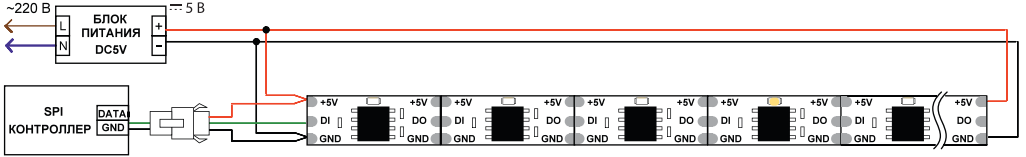

Рис. 1.1. Схема подключения одной светодиодной ленты «Бегущий огонь» в исполнении IP20.
- Подключите ленту в соответствии с типом ленты и выбранной схемой (Рис. 1.1–2.2), соблюдая полярность и маркировку проводов. При подключении лент и соединении отрезков учитывайте направление передачи цифрового сигнала, указанное стрелкой на ленте. Вход сигнала управления имеет обозначение «DI», выход - «DO». Для подключения используйте коннекторы из комплекта поставки. Руководствуйтесь маркировкой, нанесенной на ленту (см. таблицу), маркировкой на контроллере и информацией, приведенной на Рис.3 и Рис.4.
- Подключите ленту согласно используемой схеме (Рис. 1.1 - 2.2.), соблюдая полярность.